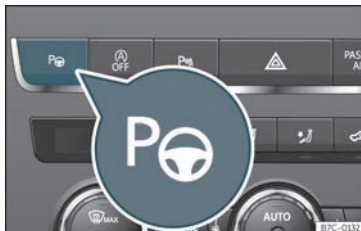

Fig. 233 A la part superior de la consola central: tecla per connectar el sistema d'aparcament assistit.
Els components del sistema d'aparcament assistit són els sensors d'ultrasò situats als para-xocs davanter i posterior, la tecla **P** » **fig. 233** per connectar i desconnectar el sistema i les indicacions a la pantalla del quadre d'instruments.
Després d'activar el sistema d'aparcament assistit i després de detectar un espai per aparcar-hi, a la pantalla del quadre d'instruments s'hi proposa un mode d'aparcament. El sistema d'aparcament assistit selecciona el mode d'aparcament de manera automàtica. El mode seleccionat es mostra a la pantalla del quadre d'instruments » **fig. 234**. També es mostra la visualització reduïda d'altres modes d'aparcament possibles » **fig. 235**. Si el mode seleccionat pel sistema no es correspon amb el mode desitjat, es pot seleccionar un altre mode prement de nou la tecla **P** » **fig. 233**.
- Premeu la tecla **P** » **fig. 233**. Quan el sistema està connectat, s'encén una indicador de control a la tecla **P**.